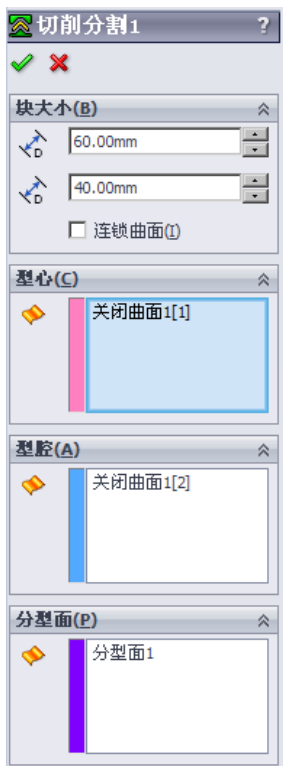

图 10.2.16 “切削分割”对话框
Step2. 选择草图。选择 Stage1 中绘制的横断面草图，系统弹出“切削分割”对话框，如图 10.2.16 所示。
Step3. 定义块的大小。在 **块大小(B)** 区域的方向 1 深度  文本框中输入数值 60.0，在方向 2 深度  文本框中输入数值 40.0，如图 10.2.16 所示。